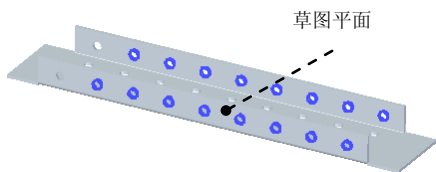

图 8.13.136 阵列特征 2
Step8. 创建图 8.13.136 所示的阵列特征 2。
(1) 选取要阵列的特征。选取上一步所创建的特征为阵列特征。
(2) 选择命令。单击“主页”功能选项卡“阵列”工具栏中的  阵列按钮。
(3) 定义要阵列草图平面。选取图 8.13.136 所示的模型表面为阵列草图平面。